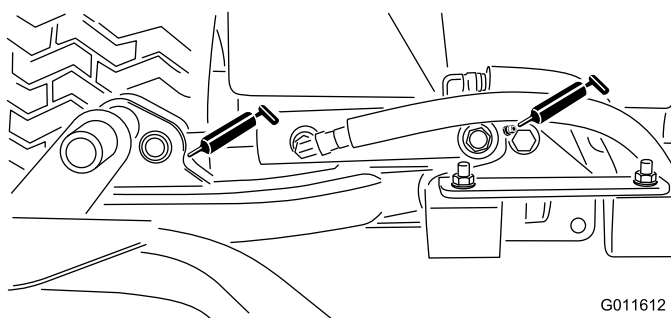

Figure 30
- Vérins des bras de levage des unités de coupe (x 2) – Figure 30
- Pivots des bras de levage (x 1) – Figure 30